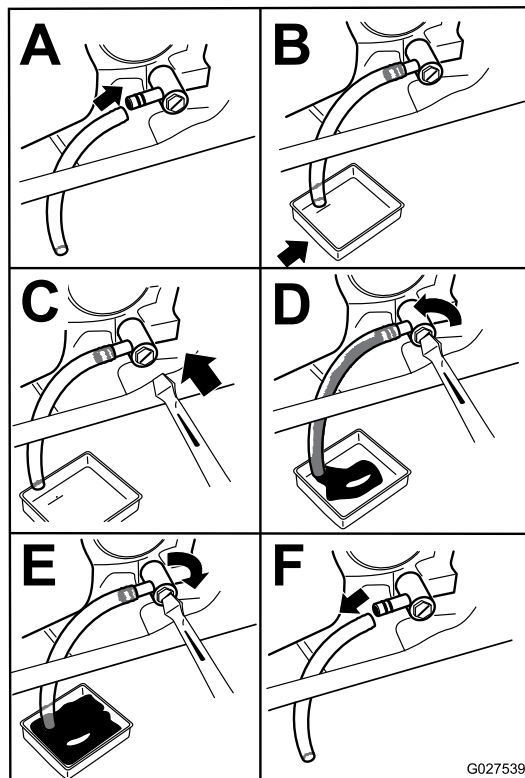

Figura 37
4. Drene el aceite del motor (Figura 37).